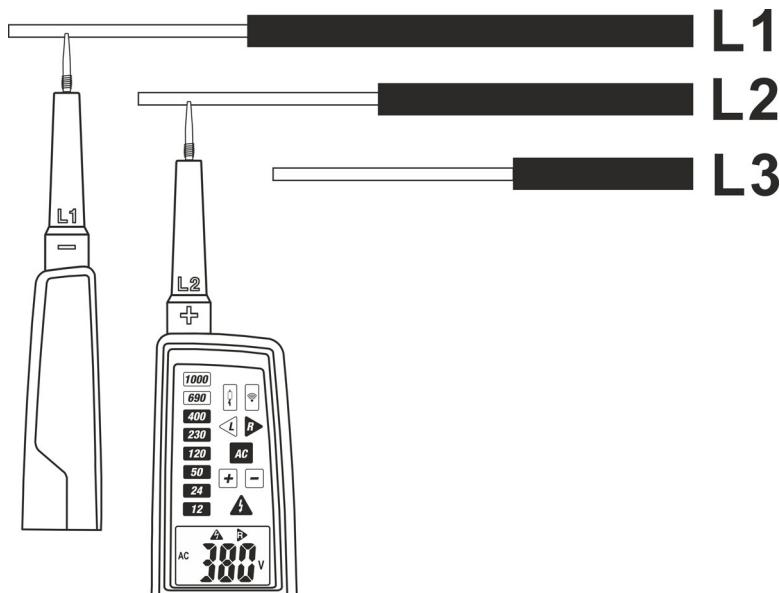

Abb. 8: Phasenfolge
- Verbinden Sie die Prüfspitze **L1** mit der Phase L1 und die Prüfspitze **L2** mit der Phase L2 des zu messenden dreiphasigen Systems (siehe Abb. 8). Die Messung wird **nur mit Kontakt zwischen den Prüfspitzen und den Metallteilen der Leiter** durchgeführt.